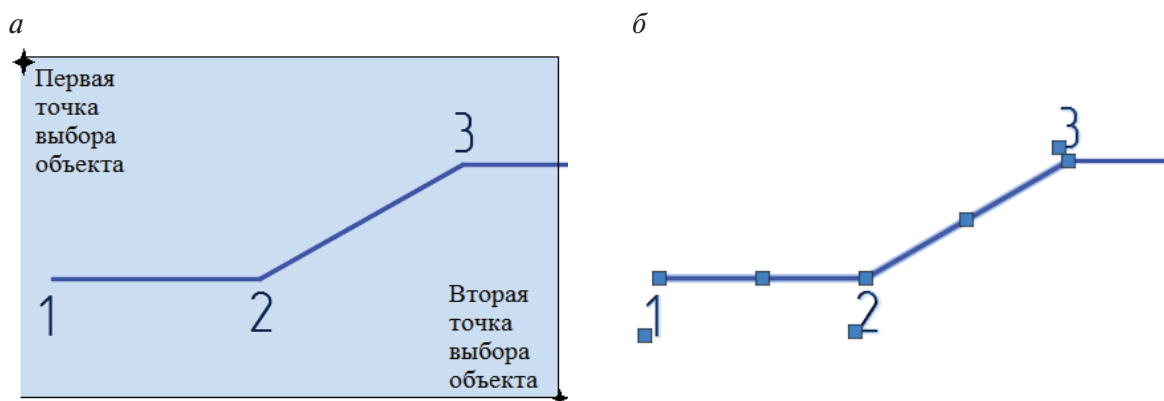

Рис. 2.1.3. Выбор объекта окном слева направо:
- Выберем часть ломаной линии *окном*. Окно **Выбора объектов**, формируемое слева направо, имеет синий цвет и обведено сплошной линией (рис. 2.1.3). Это окно выбирает объекты, полностью попавшие в него.